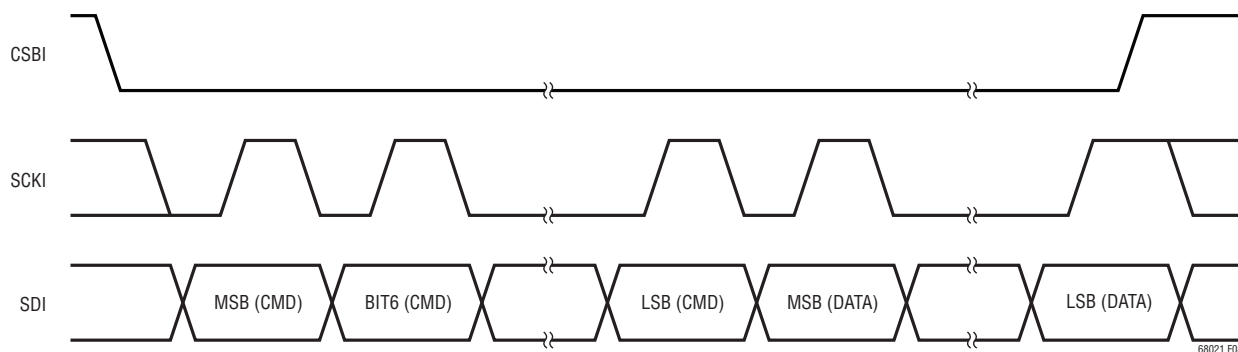
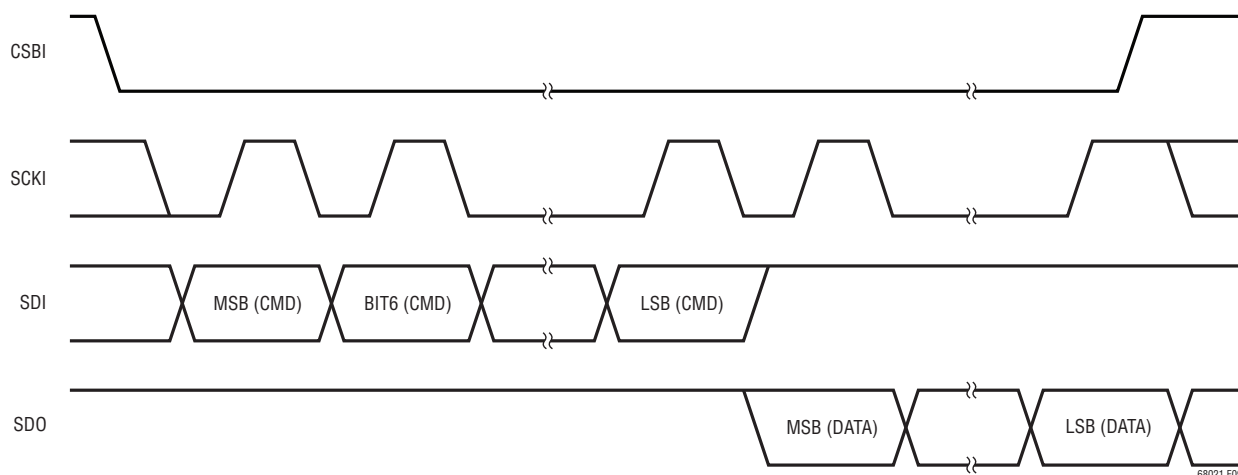

図8. 転送形式 (書込み)
図9. 転送形式 (読出し)
**データ転送:** 各バイトは8ビットで構成されます。バイトは最上位ビット (MSB) から先に送られます。書込みでは、SDI のデータの値が SCKI の立上りエッジでデバイスにラッチされます (図8を参照)。同様に、読出しでは、SDO に出力されるデータの値は SCKI の立上りエッジの間有効で、SCKI の立下りエッジで遷移します (図9を参照)。